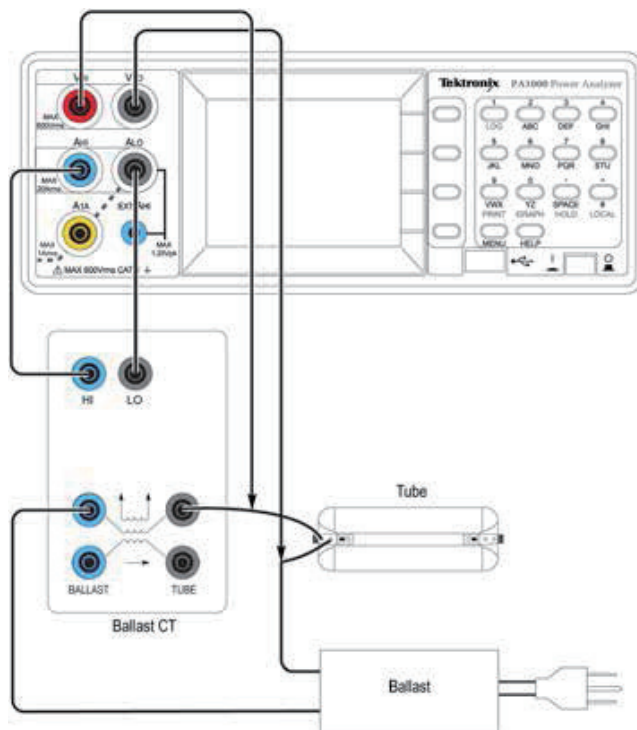

图 15. 镇流器结果显示窗口实例。
- 点击 Measure and Start，捕获被测参数值，如图 15 所示。